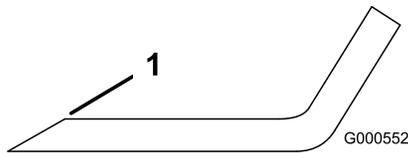
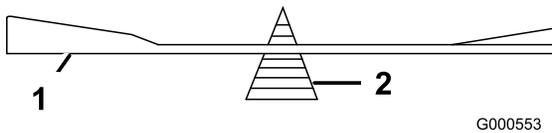

Figura 47
Figura 48
1. Affilate i taglienti da entrambe le estremità della lama con una lima (Figura 47). Rispettate l'angolazione originale. La lama conserva il proprio equilibrio
2. Controllate l'equilibrio della lama posizionandola su un bilanciatore (Figura 48). Se la lama rimane in posizione orizzontale, è bilanciata e può essere utilizzata. Se la lama non è bilanciata, limate del metallo soltanto dalla costa (Figura 47). Ripetete la procedura finché la lama non è perfettamente bilanciata.